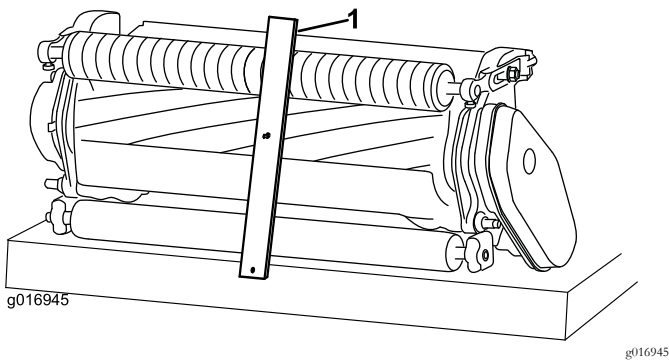

图11
3. 将螺丝头钩在底刀的刀刃上并将调刀尺的后端放到后滚筒上 (图11)。